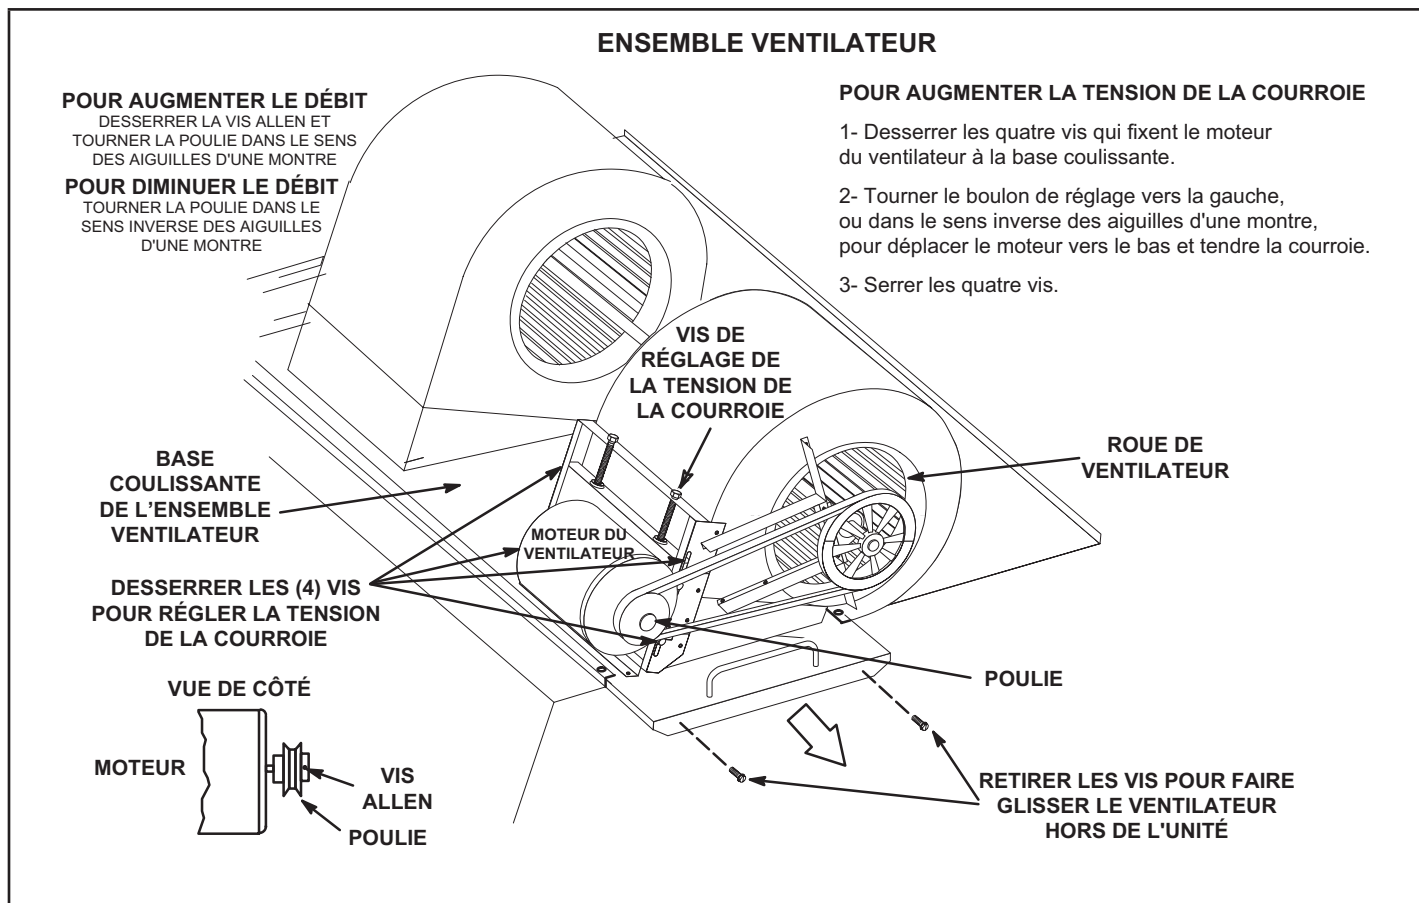

FIGURE 14
- 2 - Retirez les vis situées de chaque côté de la base coulissante de l'ensemble ventilateur. Reportez-vous à la FIGURE 14.
- 4 - La vitesse du ventilateur peut être réglée au niveau de la poulie du moteur. Desserrez la vis Allen et tournez la poulie réglable dans le sens des aiguilles d'une montre pour augmenter le débit. Tournez dans le sens inverse des aiguilles d'une montre pour diminuer le débit. Reportez-vous à la FIGURE 14. Ne dépassez pas les nombres minimum et maximum de tours de poulie indiqués au TABLEAU 6.
- 1 - Desserrez les quatre vis qui fixent le moteur du ventilateur à la base coulissante. Reportez-vous à la FIGURE 14.